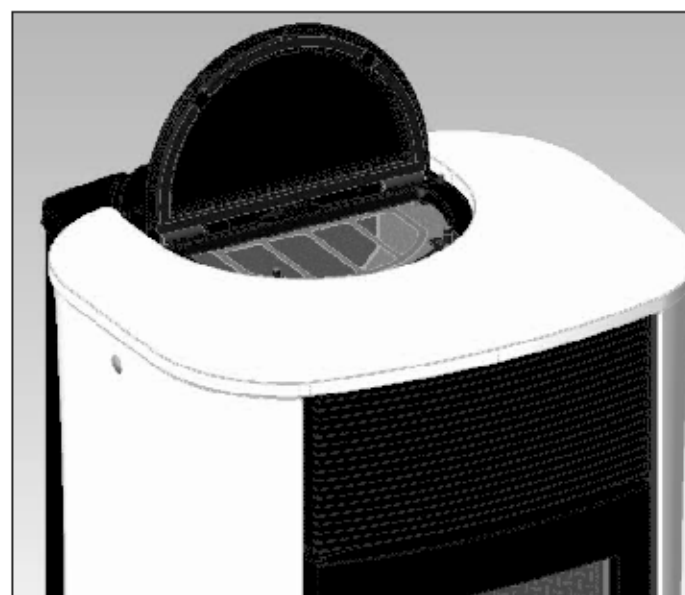

Abb. 2
- Ein kurzes Element vorne aufsetzen (B - Abb. 2) und ein langes Element hinten (C - Abb. 2).